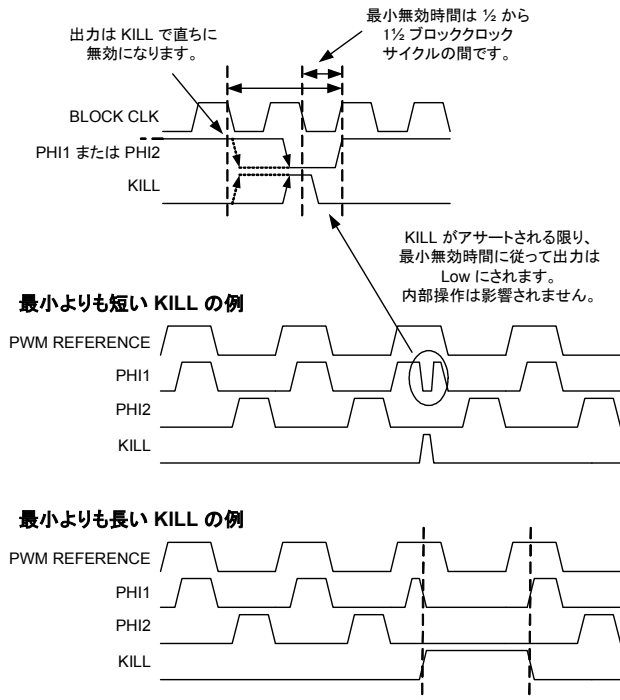

図 17-13. 非同期リスタート KILL モード
- 非同期リスタートモード:** KILL が High でアサートされた場合、内部状態は影響されません。KILL が否定された場合、出力はリストアされ、最小無効時間は 0.5 から 1.5 クロックサイクルの間になります。図 17-13 を参照してください。